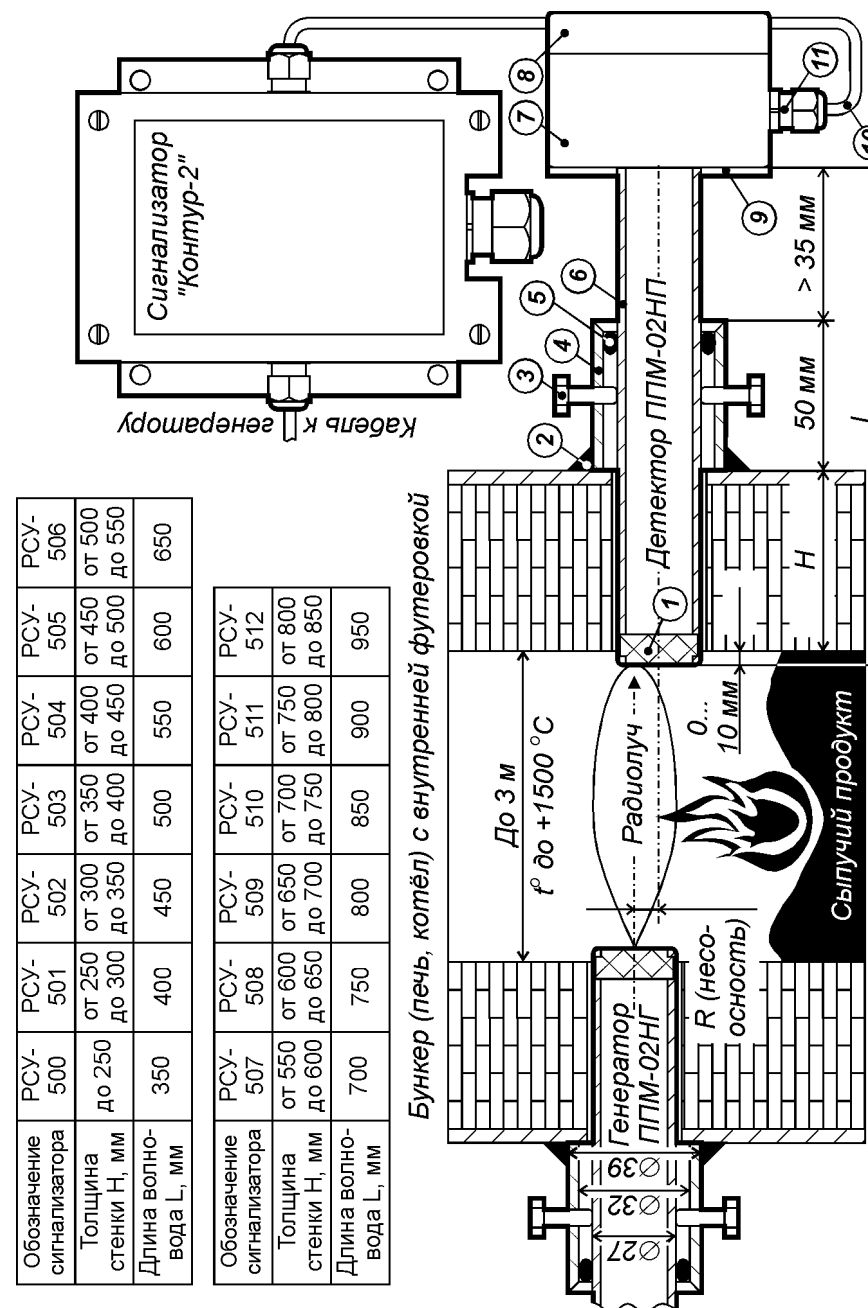

Рис. 1. Принцип действия датчиков уровня серии РСУ-500.
Принцип действия датчиков уровня серии РСУ-500 (далее – «датчиков») основан на ослаблении амплитуды радиосигнала, проходящего сквозь слой контролируемого продукта (рис. 1).
В комплект поставки датчика входят микроволновые генератор и детектор. Они устанавливаются в соосные отверстия на противоположных стенках бункера: толщина стенок может достигать 850 мм (см. таблицу обозначений на рис. 1).
Генератор ППМ-02НГ и детектор ППМ-02НП имеют одинаковую конструкцию, показанную на рис. 1.
К корпусу через латунный фланец [поз. 9] прикреплен круглый волновод [поз. 6], изготовленный из терморезистивного металлического сплава. Со стороны контролируемого продукта волновод закрыт жаростойкой диэлектрической заглушкой [поз. 1]. Требуемая длина волновода L зависит от толщины футерованной стенки бункера и кодируется в обозначении типа датчика в соответствии с таблицей на рис. 1.
Установка генератора и детектора на бункер или его конический сход должна проводиться в строгом соответствии с рис. 1.
Сигнал, излучаемый генератором, является поляризованным: при повороте оси детектора относительно оси генератора (оси обозначены на рис. 1 штрих-пунктирной линией) чувствительность датчика резко снижается и при угле поворота в 90° падает практически до нуля.
1. Просверлить на противоположных стенках бункера, друг напротив друга сквозные отверстия диаметром 28...30 мм. Несоосность отверстий (R на рис. 1) не должна превышать 5% от внутреннего диаметра (сечения) бункера.
3. Измерить расстояние от внутренней поверхности футерованной стенки бункера до внешней грани крепёжной трубы. Отмерив указанное расстояние от торца керамической заглушки (поз. 1 на рис. 1) нанести на волновод (поз. 6 на рис. 1) соответствующую метку.
4. Избегая перекосов, вставить в подготовленные отверстия через крепёжные трубы генератор ППМ-02НГ и детектор ППМ-02НП до совпадения метки с внешним краем крепёжной трубы. Модуль должен быть установлен заподлицо с внутренней поверхностью стенки или выступать внутрь бункера не более, чем на 10 мм (см. рис. 1). При этом расстояние между внешней гранью крепёжной трубы и латунным фланцем (поз. 9 на рис. 1) должно быть не менее 35 мм.
6. Между волноводом и крепёжной трубой (см. рис. 1) необходимо проложить термостойкий шнур из комплекта поставки. Шнур укладывается равномерно слоем 1,5 – 2 витка и обеспечивает защиту пластикового корпуса генераторного (детекторного) модуля от открытого пламени.